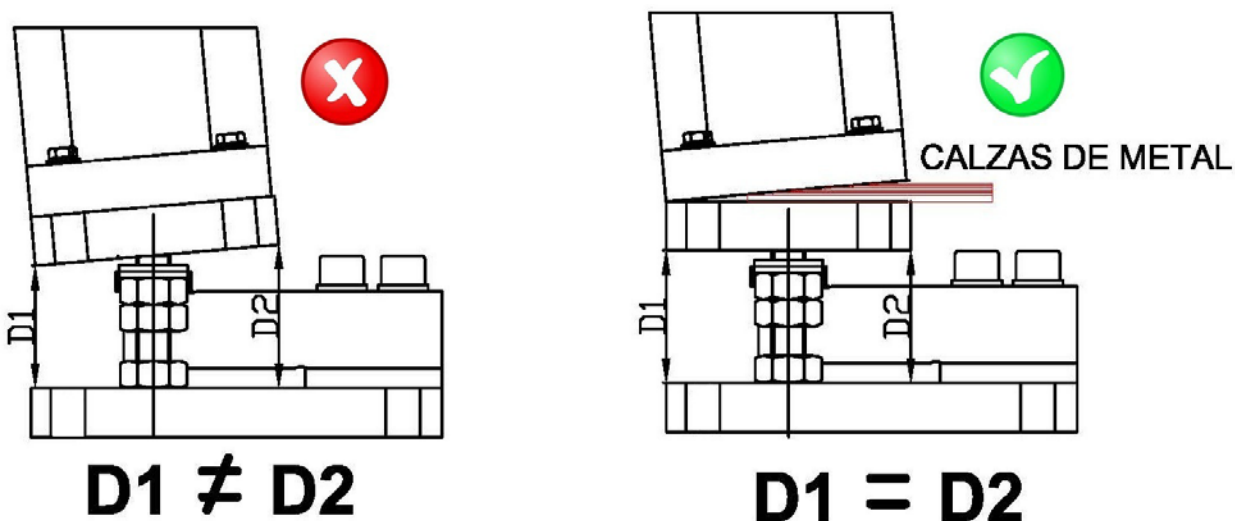

Figura 12
11. SI EXISTE UNA DESVIACIÓN ENTRE DISTANCIAS (D1, D2, D3) DEBEMOS INTRODUCIR UNAS CALZAS DE METAL DE DIFERENTE GROSOR (1,2 o 3mm) ENTRE LA PATA DEL SILO/TANQUE Y LA PLACA SUPERIOR PARA OBTENER EL PARALELISMO NECESARIO PARA UNA CORRECTA INSTALACIÓN (Figura 12)